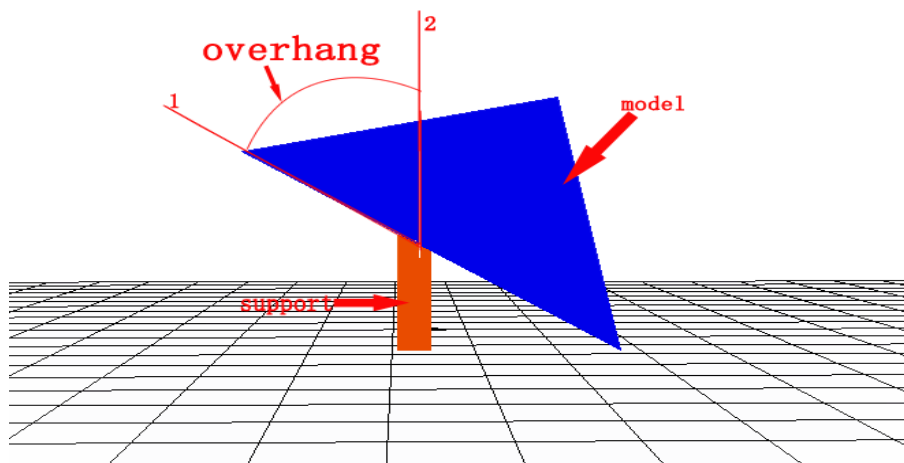

图 21, 悬垂角度示意图, 图中射线 1 和射线 2 的夹角即为悬垂角度
(2) 需支撑的悬垂角度（度）：取值  $0^{\circ} - 90^{\circ}$ ，当支撑垂直方向与模型接触面的夹角 (overhang, 如图 21) 大于此取值时，切片软件会自动增加支撑结构防止这些部位因为重力的原因在打印过程中掉落。该夹角的大小会影响支撑结构的数量，值越小需要支撑的部位就越多，在某些复杂模型中支撑太多会很难去除。该项默认设置为  $60^{\circ}$ ，当打印经验较丰富时可自行更改。